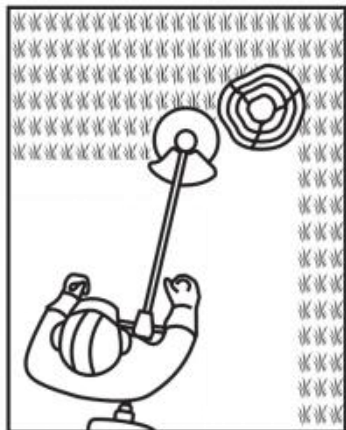

Fig. 48
2. Preste especial atención al realizar trabajos cerca de árboles y arbustos. El cabezal de corte podría dañar la corteza sensible y los postes de la cerca (Fig. 48).